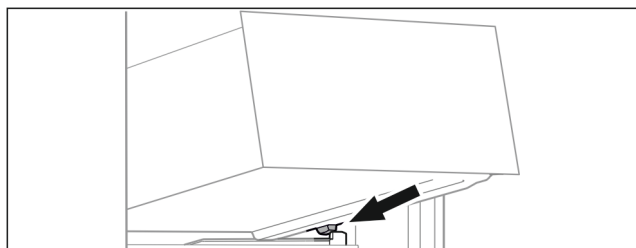

Fig. 113
- Applicare il cassetto inclinandolo dietro i fermi sulla nervatura del contenitore. (vedere Fig. 113)